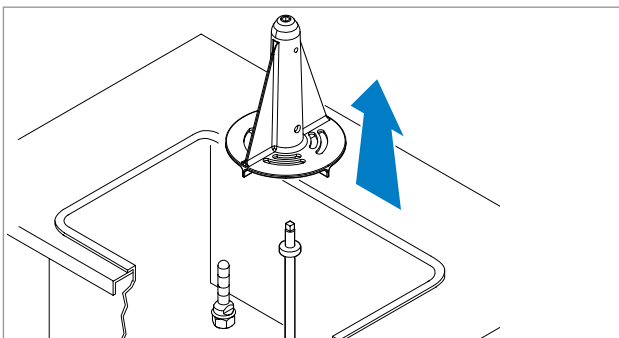

FIG 3.
8. Ta bort omröraren genom att dra den uppåt (Fig3).